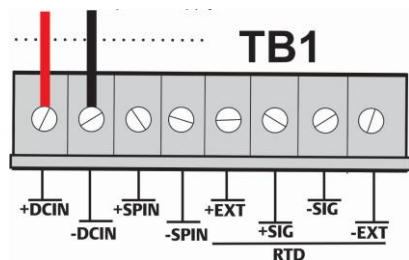

Figura 8. Cablaggio elettrico all'alimentazione c.c. (con modulo I/O opzionale)
- Inserire e fissare ciascuna estremità spellata del filo nel relativo connettore (vedere Figura 8 e 9).